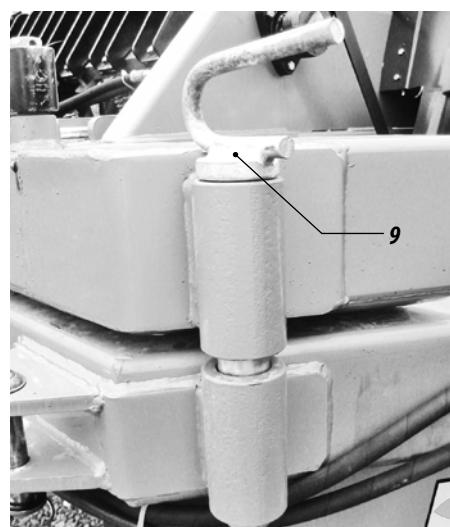

Figura 40
05 - Retire el perno de tranca (9), del cabezal para eso mueva el tractor, facilitando la retirada. FIGURA 40.